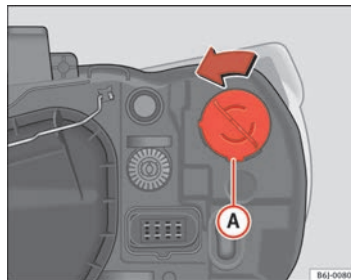

Fig. 141 Luce indicatore di direzione faro singolo
- Ruotare il portalampada ⇒ **fig. 141 A** verso sinistra e tirare.